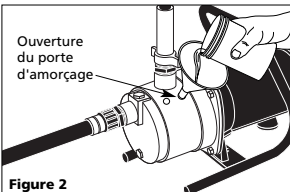

Figure 2
- Retirer le port d'amorçage de la pompe et remplir d'eau. Réinstaller le port d'amorçage de la pompe (voir la figure 2). Pour suralimenter la pression d'eau : Ne pas retirer le port d'amorçage. Mettre l'eau en marche.